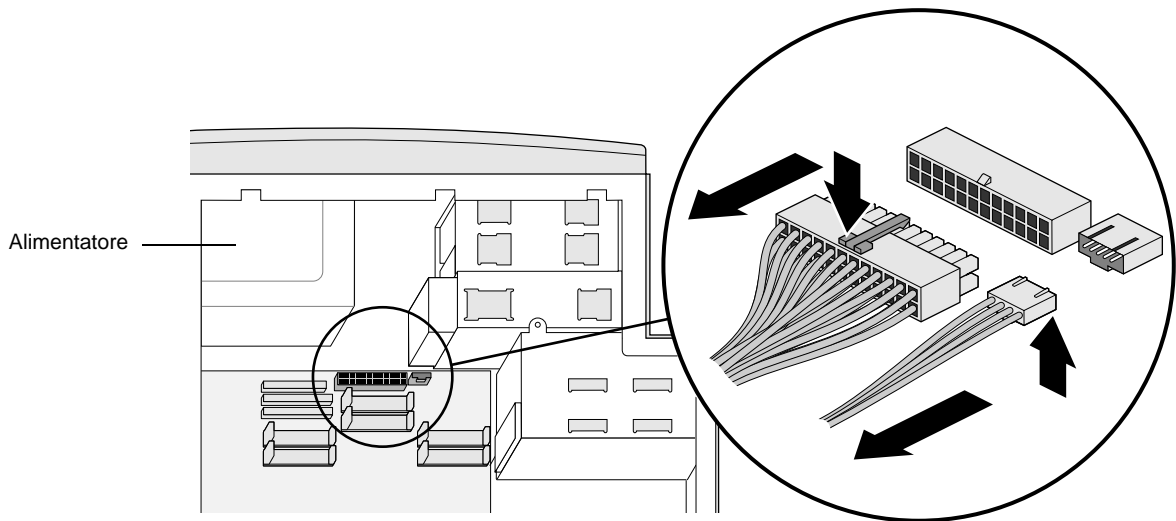

Figura 7-1 Scollegamento dei cavi di alimentazione dalla scheda di sistema
- Per scollegare il cavo a sinistra, premere sulla linguetta che si trova sopra al connettore ed estrarre quest'ultimo, come illustrato nella Figura 7-1.